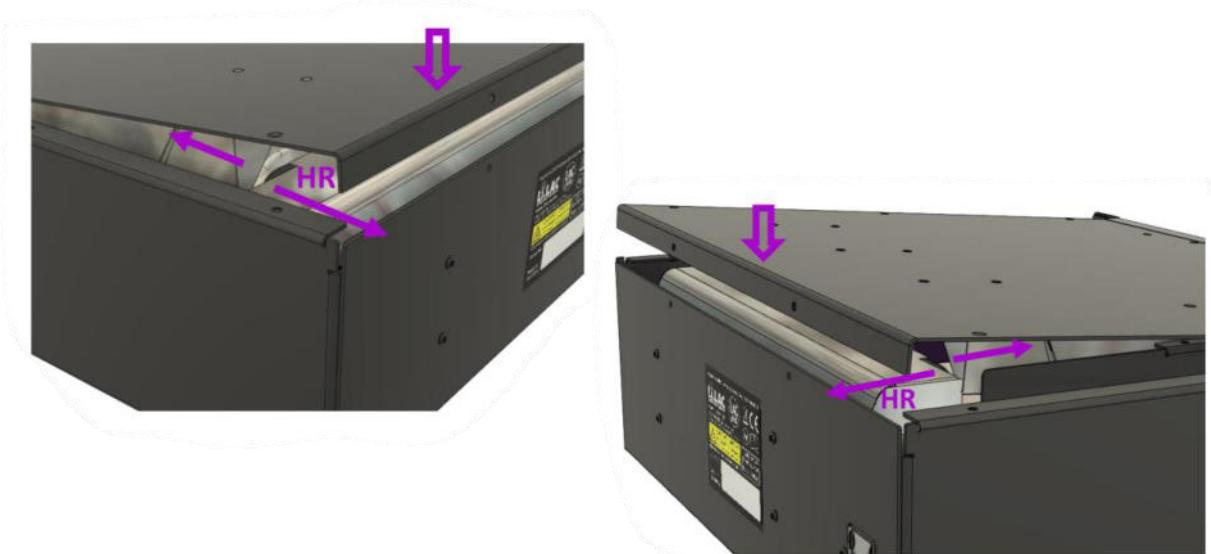

Abb. 23
4. Den Hauptreflektor **HR** am linken und rechten Rand mithilfe eines Hakenwerkzeuges leicht in Richtung Gehäuserückwand ziehen. Den oberen Gehäusedeckel in Richtung Gehäusefront schieben und mit sanftem Druck nach unten drücken. (Abb. 23)